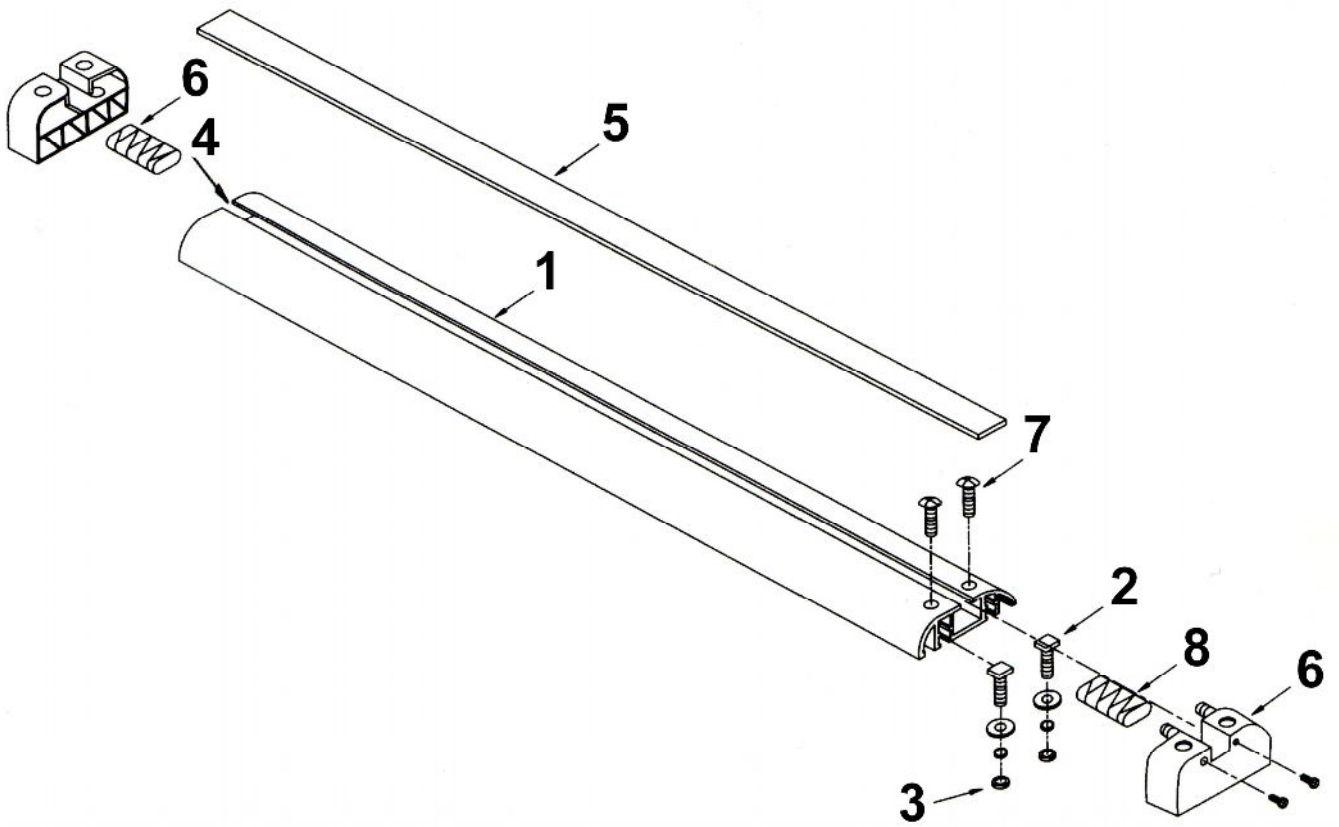

Рисунок 5
Направляющая линейка раскройной машины (рис. 5) (1) крепится к подъемному механизму направляющей линейки с помощью четырех болтов (2) с квадратными гайками (3). На лицевой стороне направляющей линейки имеется паз (4) в который устанавливается раскройный нож. На тыльной стороне направляющей линейки наклеена лента (5). Торцы направляющей линейки закрывают пластмассовые заглушки (6) фиксируемые двумя винтами (7), к которым прикручиваются демпферные пружины (8) и (9). В случае если ручная концевая раскройная линейка имеет модификацию раскройного ножа с длинной ручкой, то такая модификация комплектуется пружинами одинаковой длины. Если модификация раскройного ножа имеет короткую ручку то пружины имеют разную длину и короткая пружина (8) прикручивается винтами к заглушке, устанавливаемой над передним подъемником, а длинная (9) пружина прикручивается к оставшейся заглушке, устанавливаемой над задним подъемником.